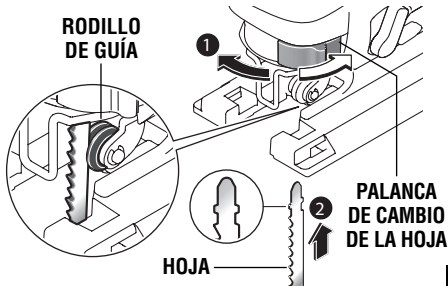

FIG. 2
2. Jale la palanca de cambio de la hoja hasta el punto en que las ranuras ubicadas en el anillo de la abrazadera para la hoja se alineen con la ranura ubicada en el centro de la abrazadera (Fig. 2).